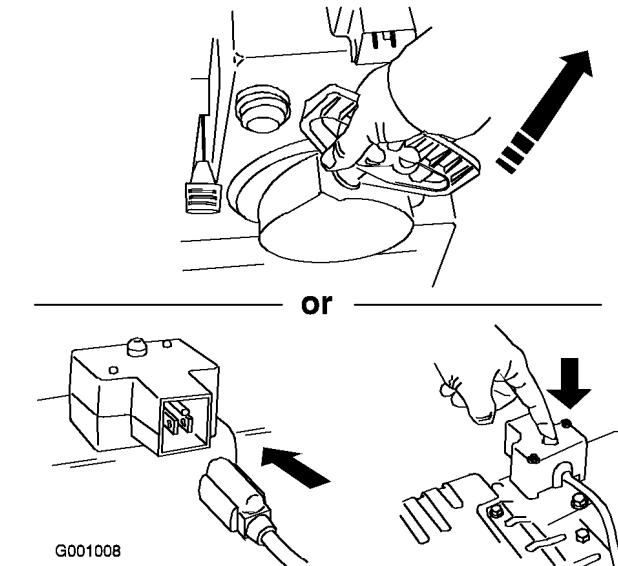

Figure 24
- Démarrer la déneigeuse à l'aide du lanceur ou du démarreur électrique (Figure 24).